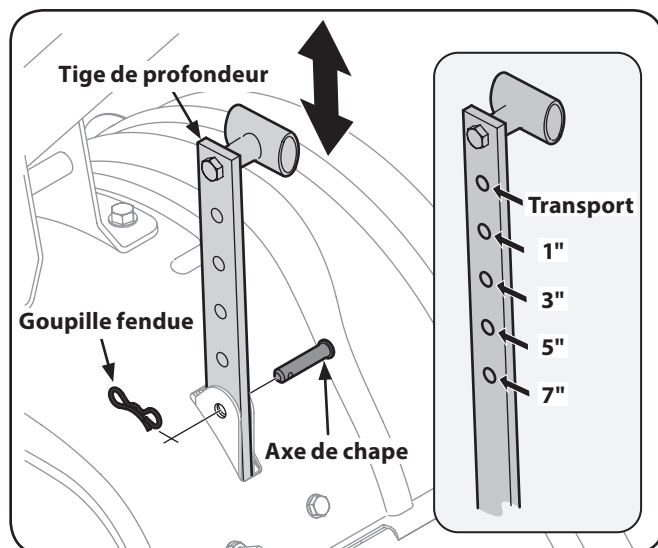

Figure 5-1
1. Lorsque vous utilisez le motoculteur pour la première fois, utilisez le deuxième réglage à partir du haut de la tige (une profondeur de labourage d'un pouce). Voir Figure 5-1.
6. Pour ajuster la tige de profondeur, retirez l'axe de chape et la goupille fendue. Placez la tige au réglage désiré et fixez-la avec l'axe de chape et la goupille fendue. Voir Figure 5-1.